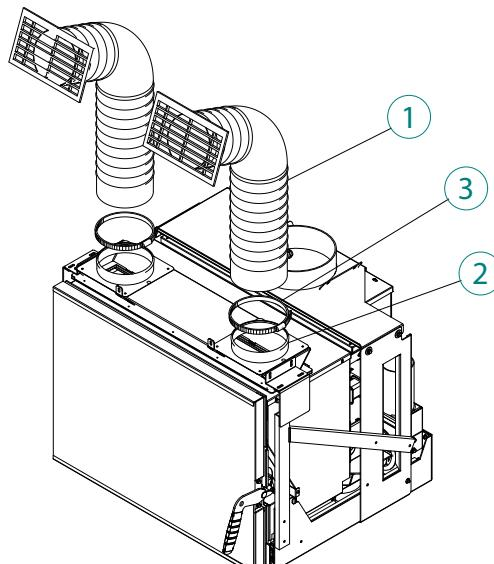

fig. 6.3.2
Fissare il tubo flessibile (1) sugli anelli (3) con delle fascette (1) (fig. 6.3.2).